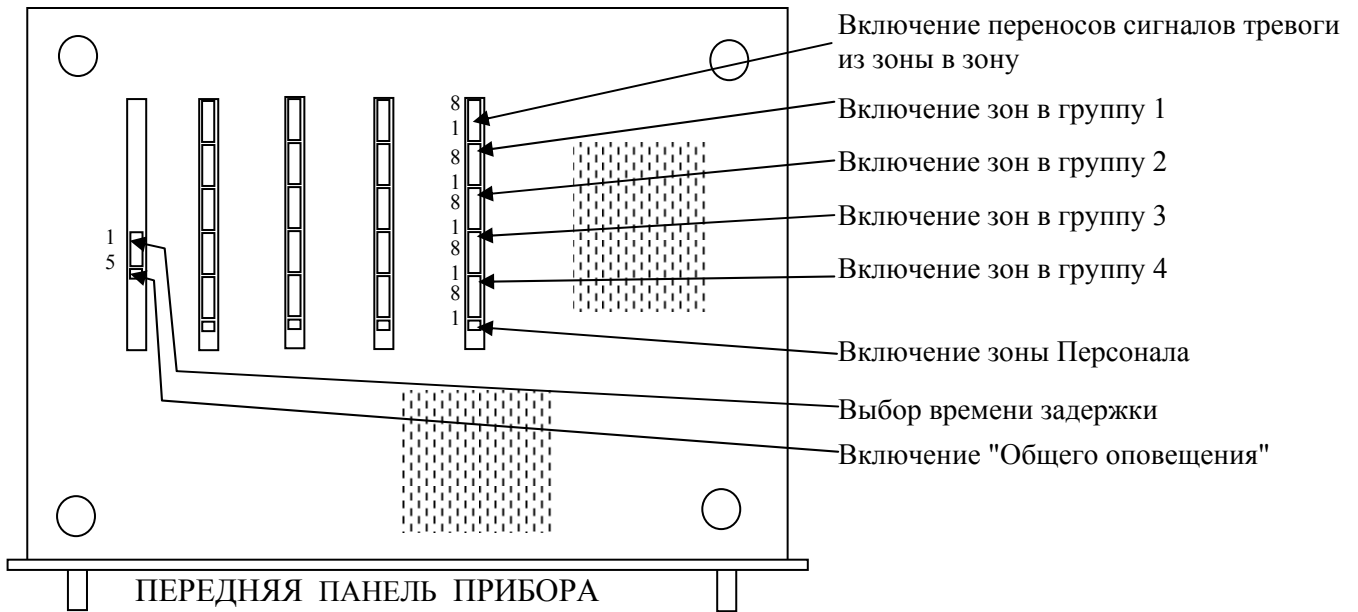

Рис. 3. Карта расположения переключателей на днище прибора.
Установка алгоритма выполняется путем закрепления Канала за конкретной группой Зон путем установки соответствующей переключателя в группах Гр.1 – Гр.4 (Рис. 3). Данный алгоритм, в сочетании с алгоритмом с переносом сигналов тревоги, применим для многоэтажных объектов, когда сначала надо оповещать опасные зоны (этаж возгорания и все этажи выше), затем все остальные Зоны в группе. В системе оповещения, построенной с применением одного Прибора «Тромбон - ПУ-М» может быть организовано от 1-й до 4-х групп зон или группировка вообще не использоваться.
5.3.5. Зона оповещения «Персонал учреждения» предназначена для первоочередного оповещения служащих Объекта (учреждения). В качестве зоны «Персонал учреждения» может быть выбран 8-й Канал в любом из модулей каналов, входящих в состав Прибора. Установка зоны выполняется установкой переключателя «ЗП» (Рис. 4 или Рис. 3) на соответствующем модуле каналов.